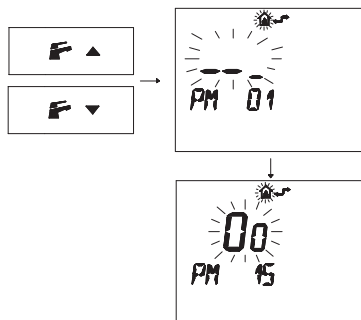

Figura 5.26
- Pulse los botones **F** ▼ o **F** ▲ para visualizar la programación "PM15" para la habilitación de la sonda externa (Figura 5.26).